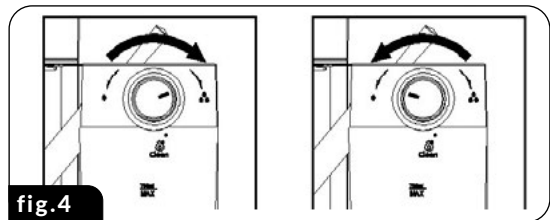

fig. 4
**ATTENTION!** Avant de préparer le café CAPPUCCINO, réglez la quantité de lait moussé selon vos préférences en tournant le bouton de dosage (23) vers la gauche pour plus de mousse ou vers la droite pour réduire la quantité de mousse (Fig. 4). Vous pouvez également ajuster l'intensité de la mousse pendant le processus de moussage.
1. Monter le filtre sélectionné (13) dans la fiole (10), le remplir de café et monter le ballon dans la machine.
2. Assurez-vous qu'il y a suffisamment d'eau dans le réservoir d'eau (15) et la bonne quantité de lait dans le réservoir de lait (19).
**ATTENTION! Avant de préparer le LATTE, ajustez la quantité de lait moussé selon vos préférences en tournant le bouton de dosage (23) vers la droite pour plus de mousse ou vers la gauche pour réduire la quantité de mousse (Fig. 4). Vous pouvez également ajuster l'intensité de la mousse pendant le processus de moussage.**